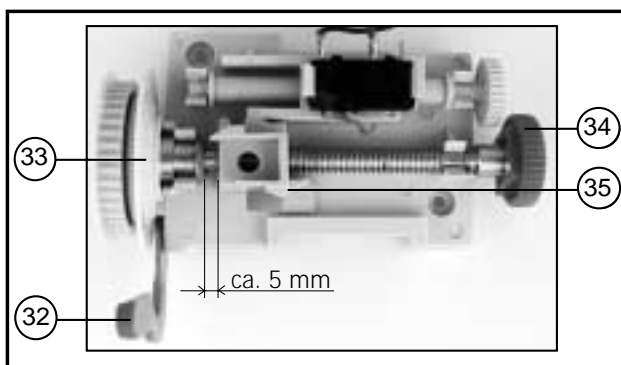

Fig. 6: Ajuste del punto de referencia (puerta cerrada)
- Desbloquee el husillo de mando al mover la palanca roja de marcha en vacío (32) hacia adelante y al empujar el plato de arrastre interior (33) e la rueda de rodadura hacia la dirección del husillo (ver fig. 6).
- Gire la moleta (34) en el sentido de las agujas del reloj hasta que el carro de conexión (35) se encuentra por aprox. 5 mm antes del borde biselado izquierdo del husillo de mando (ver fig. 6).